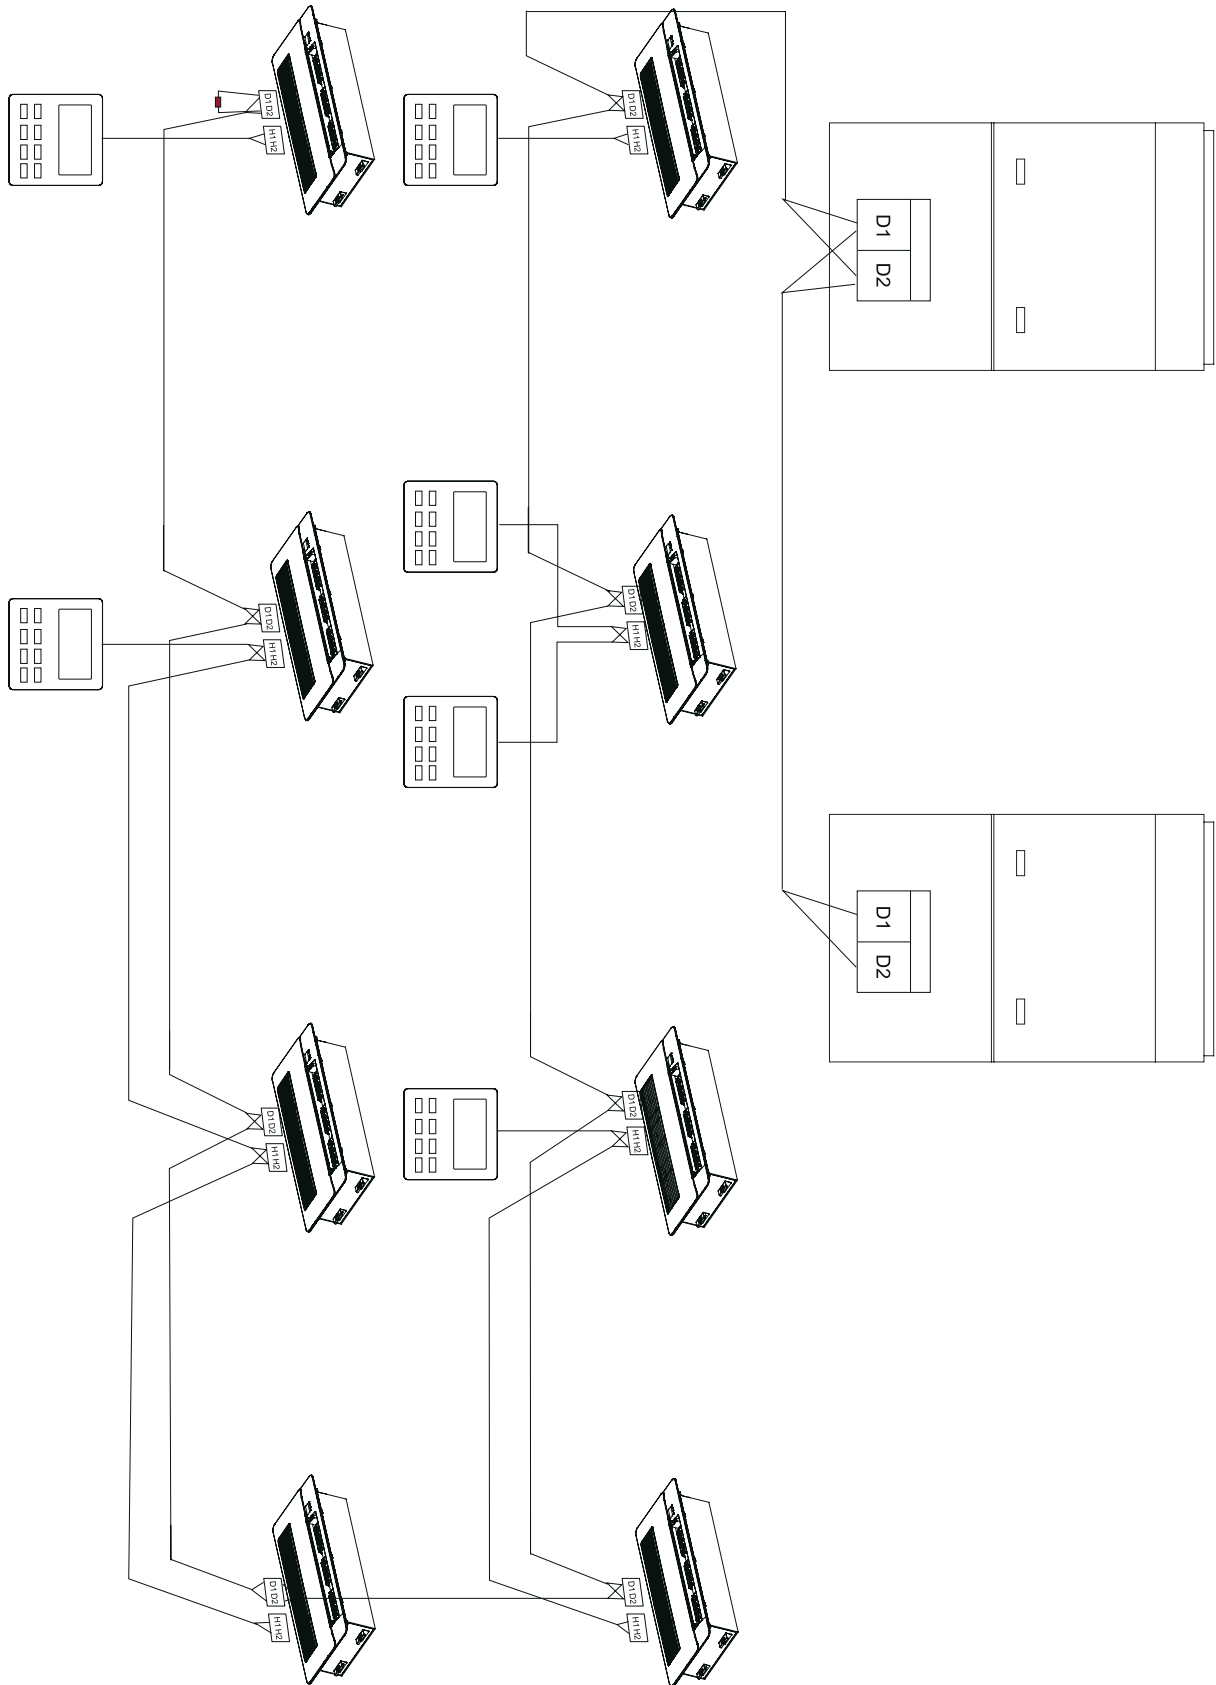

Fig 5.5
- (1) Le câble de communication de l'unité intérieure et de l'unité extérieure (ou unité intérieure) est connecté à D1, D2.
- (2) La commande filaire est connectée à H1, H2.
- (3) Une unité intérieure peut être connectée à deux commandes filaires qui doivent être réglées respectivement comme maître et esclave.
- (4) Une commande filaire peut contrôler jusqu'à 16 unités intérieures à la fois (comme indiqué sur la fig. 5.5)